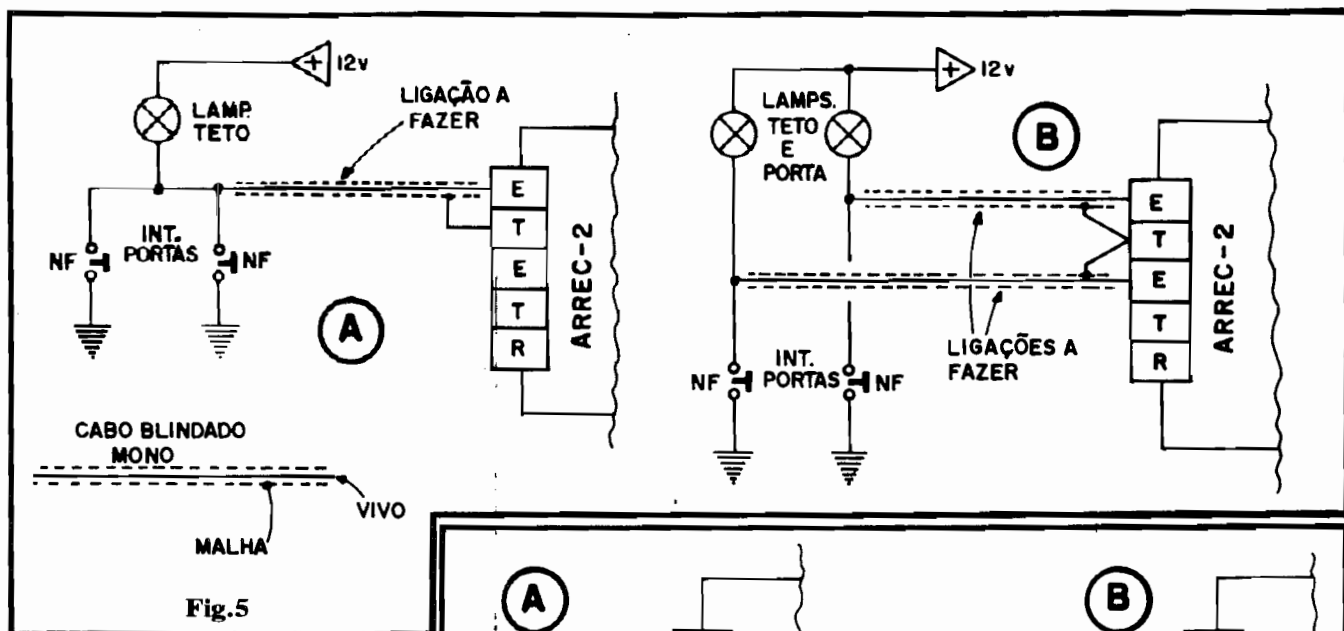

Fig.5
- Se o cabo do dito botão de REARMAR tiver que ser estabelecido num percurso muito longo, passando por sobre outras fiações já existentes no sistema elétrico do veículo, podemos proteger a sua instalação contra a captação de pulsos interferentes, simplesmente efetuando-a **também** com um condutor blindado mono (como foi sugerido para as Entradas de disparo, na fig. 5...). No caso, observar bem as necessárias ligações à **malha** do dito cabo blindado, tanto a um dos terminais do **push-button** quanto ao terminal "T" da barra de conectores do ARREC-II...